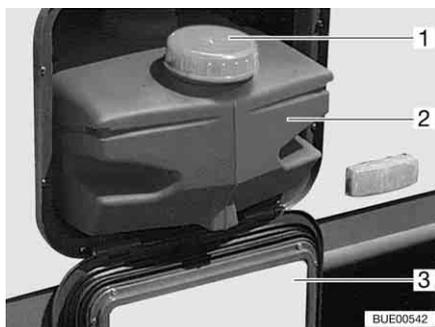

Bild 163 Wassertank 22 l
Bei Transport den Wassertank mit dem Verschlussdeckel (Bild 163,1) verschließen.
- Serviceklappe (Bild 163,3) öffnen (siehe Kapitel 6).
- Wassertank (Bild 163,2) herausziehen.
- Wassertank (Bild 163,2) herausziehen und entleeren.